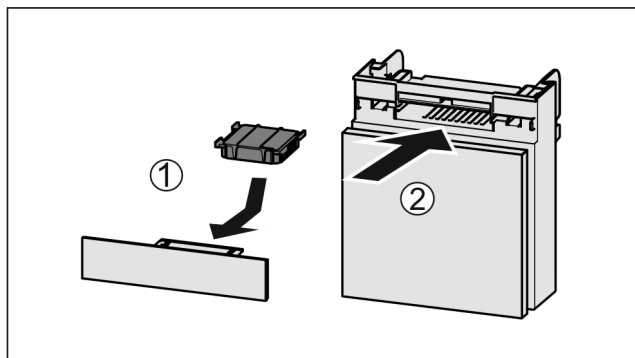

Fig. 139
- ▶ Helyezze be Fig. 139 (1) az aktív szén-szűrőt az ábrán látható módon.
- ▶ Tolja be Fig. 139 (2) a rekeszt.